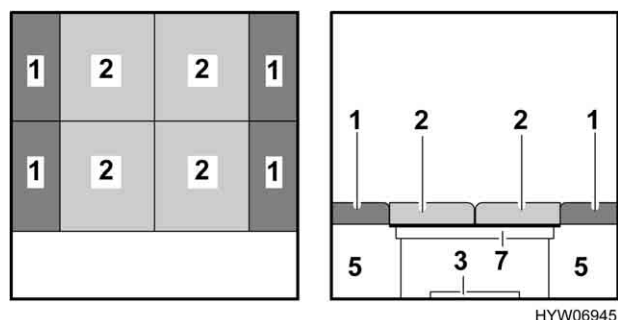

Fig. 55 Dopo la trasformazione
- Piazzare i cuscini dello schienale (Fig. 55,1) tra i cuscini del divano (Fig. 55,2) e la parete esterna.